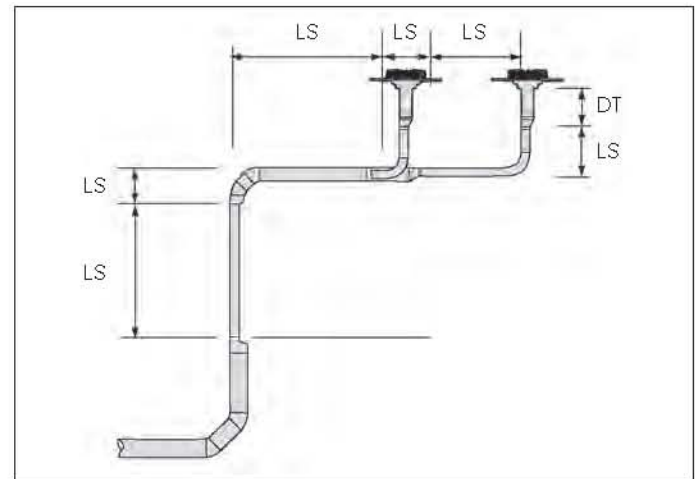

Imagen 1.2
Para calcular con precisión todas las dimensiones, el conjunto del sistema se divide en trayectorias de flujo (L) respectivamente desde el desagüe de la cubierta hasta el punto de salida. Cada trayectoria de flujo se divide a su vez en secciones de tubería (LS , véase imagen 1.2). Las pérdidas de presión de cada sección de tubería van añadiéndose (Σ en la ecuación 1.6) y se contrastan con la pérdida de presión disponible. Una sección de tubería se extiende en principio entre dos racores de tubería (en caso de cambio de la trayectoria o la dimensión). Por su parte, un sumidero es una sección de tubería separada (DT). Cuando la longitud de una sección de tubería es mayor de 10 metros, esta debe dividirse en dos secciones con el fin de permitir un cálculo más preciso.